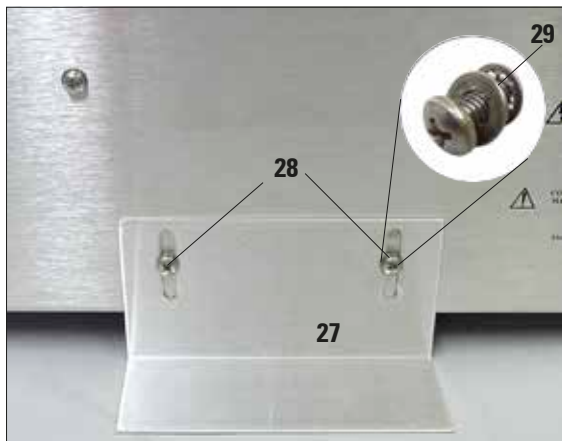

Fig. 20
- Pour ce faire, dévissez d'abord les deux vis à fentes croisées (28) à l'aide d'un tournevis. Placez-les avec les deux rondelles associées (29)
- Placer le support contre le panneau arrière de l'appareil (fig. 20), remettre les deux vis en place sans les serrer complètement.